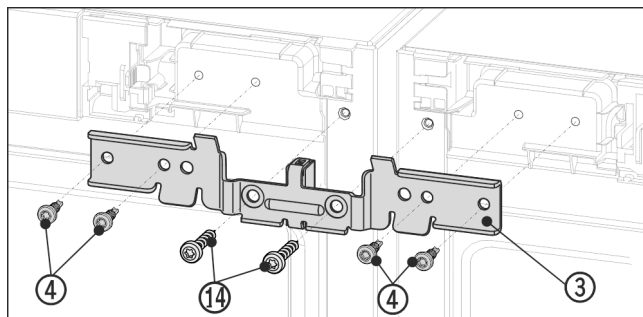

Fig. 13 Eksempelfremstilling
- ▶ Skyv vinkelen Fig. 13 (3) med avstandsstykket inn mellom enhetene og inn på tappene. Skru vinkelen løst på, avvekslende til høyre og til venstre med fire skruer Fig. 13 (4) og de tidligere utskrudde jordingsskrueene Fig. 13 (14).